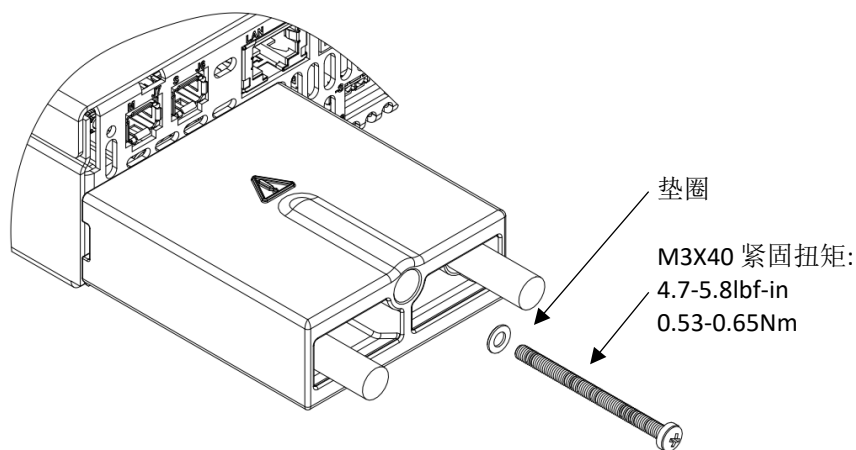

图 4-47: 将母线保护盖固定到后面板
4. 使用配件套件中的 M3X40 Sems 螺钉将母线保护盖固定到电源的后面板上, 如图 4-47 所示。